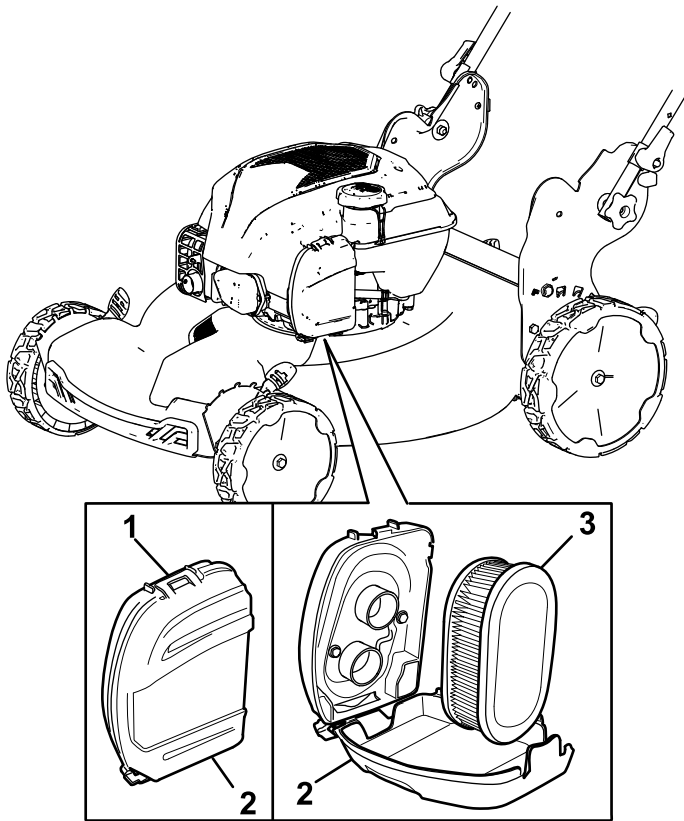

Figura 18
1. Abra los cierres de la parte superior de la tapa del filtro de aire (Figura 18).
2. Retire el filtro de aire (Figura 18).